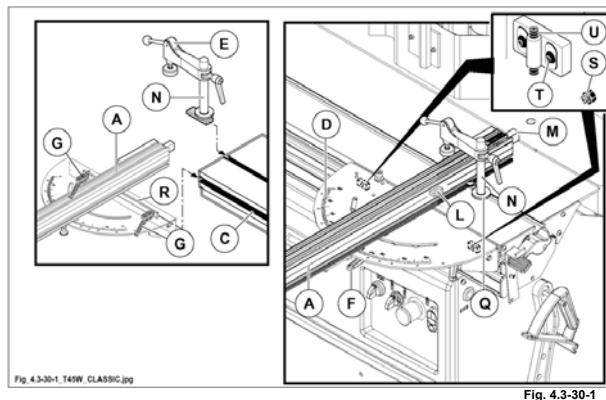

Fig. 4.3-30-1
- 1) Inserire la colonnetta (N fig. 4.3-30-1) con il pressore (E fig. 4.3-30-1) nella scanalatura del carro vagono (C fig. 4.3-30-1).
- 2) Montare il gruppo riga (A fig. 4.3-30-1) inserendo il lardone (R fig. 4.3-30-1) nella scanalatura del vagono (C fig. 4.3-30-1).
- 3) Serrare le leve (G fig. 4.3-30-1).
- 4) Allentare la maniglia (F fig. 4.3-30-1).
- 5) Posizionare il gruppo riga alla giusta distanza dalla toupie; nella posizione a 90° mandare il gruppo riga in battuta contro il lardone (L fig. 4.3-30-1); il lardone (L fig. 4.3-30-1) è registrato dai nostri tecnici, e serve per posizionare velocemente il gruppo riga alla giusta distanza dalla toupie.
- 6) Per l'esecuzione di tagli angolati ruotare il gruppo riga (A fig. 4.3-30-1) facendo riferimento alla scala (D fig. 4.3-30-1).
- 7) Bloccare serrando la maniglia (F fig. 4.3-30-1).
- 8) Posizionare il pressore contro il gruppo riga accertandosi che la rosetta (Q fig. 4.3-30-1) si inserisca nella scanalatura.
- 9) Ruotare la colonnetta (N fig. 4.3-30-1) in senso orario per bloccarla.
- allentare le leve (G fig. 4.3-30-1);
- agire sui grani (S fig. 4.3-30-1) per regolare il parallelismo al vagono;
- allentare le viti (T fig. 4.3-30-1) e agire sui grani (U fig. 4.3-30-1) per regolare la posizione in altezza.
Quando il paraschegge (M fig. 4.3-30-1) si usura, avvicinarlo alla toupie agendo sulle viti di bloccaggio.